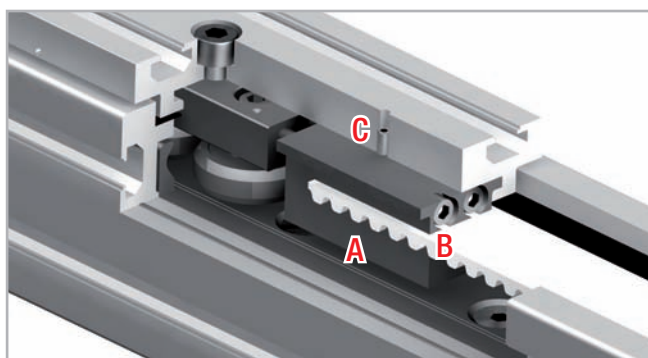

Fig. 41
1. Desserrez les vis de blocage C (en haut sur le chariot) du dispositif de serrage de la courroie A (voir fig. 41).